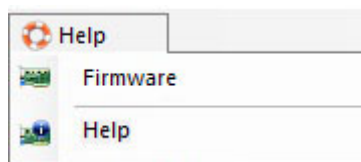

Abb. 10. Menü "Hilfe"
3. Im Menü **“Hilfe”** (Abb. 10) können Sie: